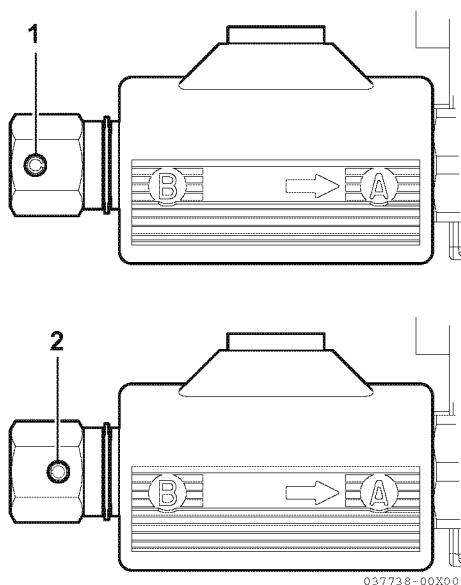

Figura 11
- Operación normal (1, **Figura 11**)
- Operación de emergencia (2, **Figura 11**)